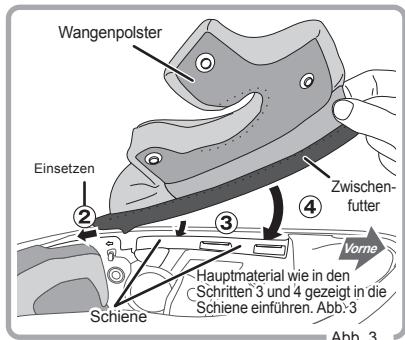

Abb. 3
2. Spitze des Innenfutters hinter dem Wangenpolster in die vorgesehene Stelle einführen. (Gummiverkleidung leicht anheben, um die Stelle zu finden.) (Abb. 3)
- 3–4. Zwischenfutter entlang der Lücke einführen. (Abb. 3)